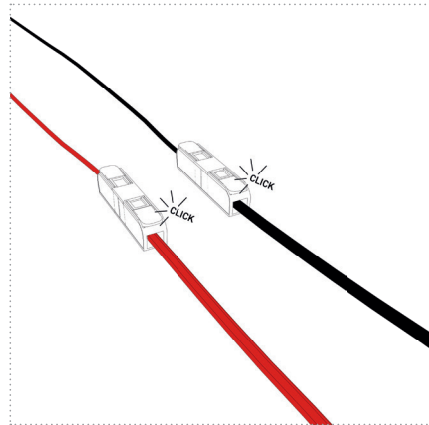

Abbildung: 19
3. Schließen Sie nun die bordseitigen Kabel an den Verbindungsklemmen des Anschlusskabels an (Abbildung 19). Beachten Sie hierbei, dass es sich beim roten Kabel um den Pluspol (+), beim schwarzen Kabel um den Minuspol (-) handelt.